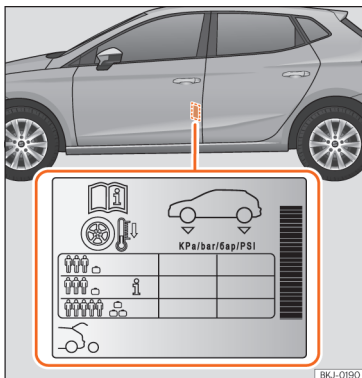

Abb. 197 Einbaubauhilfe des Aufklebers für den Reifendruck.
- Passen Sie bei größerer Zuladung den Reifendruck entsprechend an »» **Abb. 197**.
Die Angaben zum Reifendruck befinden sich auf einem Aufkleber an der B-Säule der Fahrertür »» **Abb. 197**.
Je nach Fahrzeug kann der Reifendruck auf halbe Last eingestellt werden, um den Fahrkomfort zu verbessern [Reifendruck **i** »» **Abb. 197**]. Beim Fahren mit Komfort-Reifendruck kann sich der Kraftstoffverbrauch leicht erhöhen.
Der Reifendruck muss der aktuellen Fahrzeugbelastung angepasst werden. Wenn das Fahrzeug voll beladen werden soll, muss der Reifendruck entsprechend dem auf dem Reifendruck-Aufkleber »» **Abb. 197** angegebenen maximalen Wert erhöht werden.
Füllen Sie bei einem minimierten Notrad (125/70 R16 oder 125/70 R18) auf einen Druck von 4,2 bar, gemäß Angabe auf dem Aufkleber mit den Reifendruckwerten »» **Abb. 197**.
»» **Abb. 197.**
- Immer den richtigen Reifenfülldruck am kalten Reifen einhalten, wie auf dem Aufkleber angegeben »» **Abb. 197.**